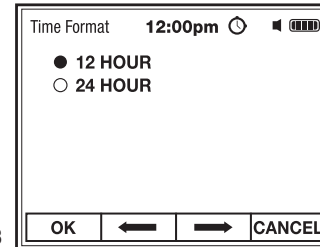

Fig. 28
2. Utilice los botones **F2 ⇐** y **F3 ⇒** para seleccionar un reloj de 12 horas o de 24 horas (Fig. 28).
3. Pulse el botón **F1 OK** para guardar la configuración y volver al Menú de Fecha/Hora (Fig. 28)